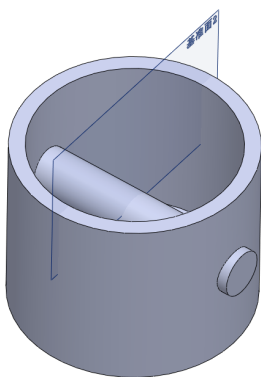

图 10-21 打开素材模型
(1) 单击常用工具栏中的【打开】按钮, 打开一幅素材模型, 如图 10-21 所示。